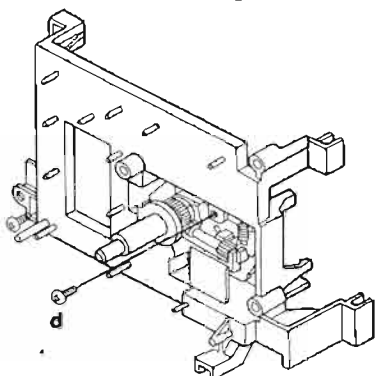

Abb. 7 Fig. 7
- Schraube d herausdrehen (Abb. 7).
- Remove the screw d (Fig. 7).